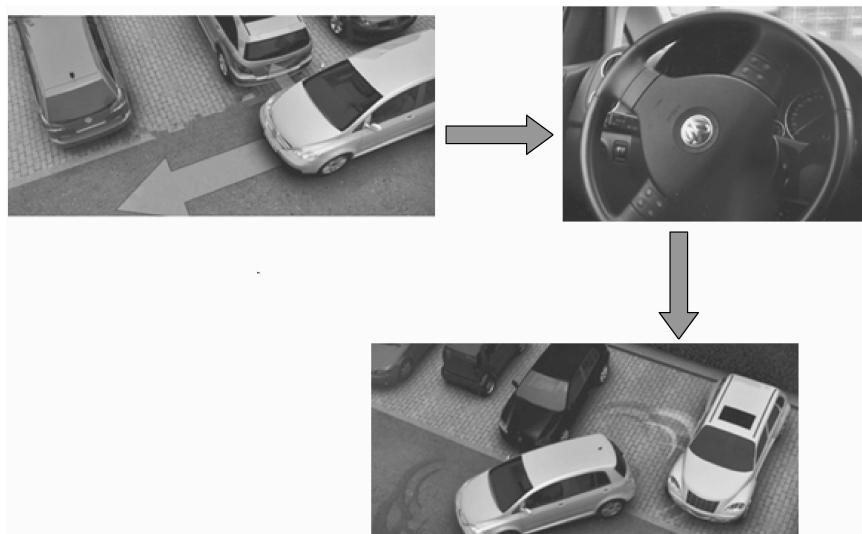

图 1-45 Park4U 系统工作过程
(1) 定义 Park4U 系统就是电子泊车系统，只需按一下“Park4U”键，即可启动泊车程序。
(2) 工作过程 如图 1-45 所示，Park4U 系统利用位于车身四周的多个超声波雷达来帮助系统“看清”周围事物，当车辆的速度在 30km/h 以下，且距离路边车辆为 50~150cm 之间时，系统就会寻找合适的停车位。